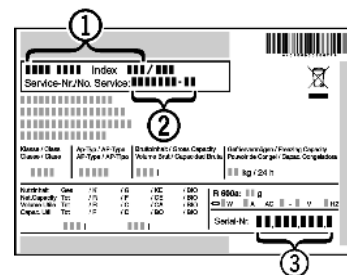

Fig. 24
- ▶ Apparaataanduiding *Fig. 24 (1)*, service-nr. *Fig. 24 (2)* en serie-nr. *Fig. 24 (3)* van het typeplaatje aflezen. Het typeplaatje bevindt zich aan de linkerkant binnen in het apparaat.
- ▶ Contact opnemen met de Technische Dienst en het probleem, apparaataanduiding *Fig. 24 (1)*, service-nr. *Fig. 24 (2)* en serie-nr. *Fig. 24 (3)* mededelen.